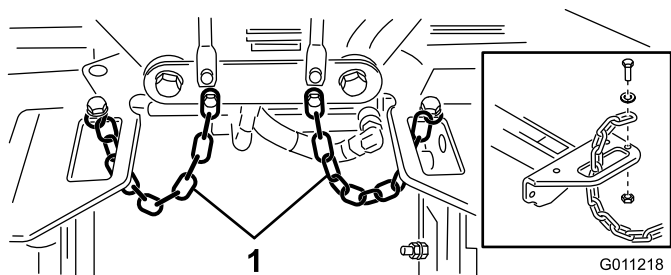

Figure 19
4. Passez une chaîne de basculement dans la fente à l'extrémité de chaque bâti porteur. Fixez la chaîne de basculement sur le haut du bâti porteur à l'aide d'un boulon, d'une rondelle et d'un contre-écrou (Figure 19).